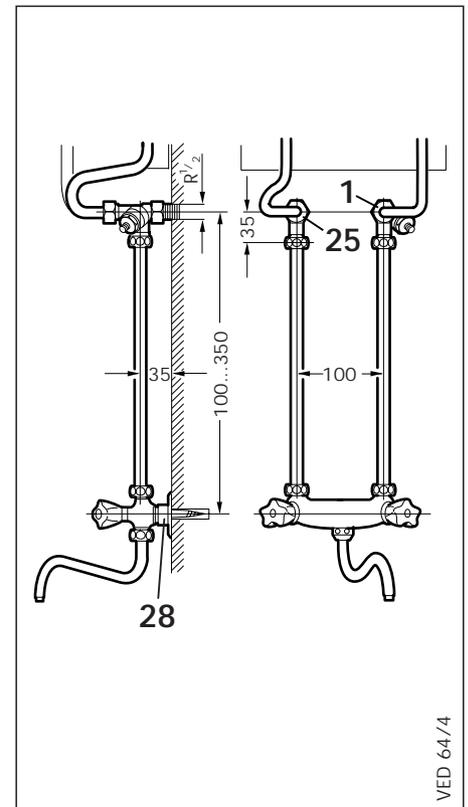
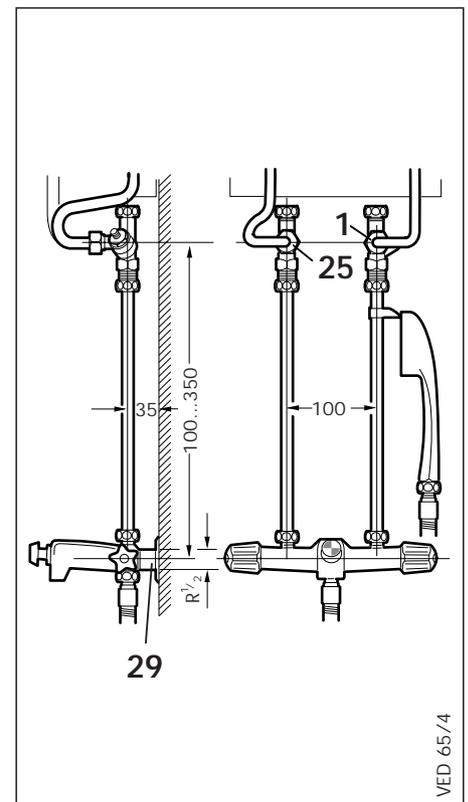

Abb. 5.6
Abb. 5.7
Die Druck-Mischbatterie bzw. die Druck-Bademischbatterie wird über die beiden Verbindungsrohre\*\* an die Wasseranschlußstücke (1 und 25) angeschraubt. Bei Kaltwasseranschluß direkt am VED ... /4 EE wird die Druck-Mischbatterie mit dem Anschraubstück (28)\*\* – wie in Abb. 5.6 gezeigt – an der Wand befestigt. Für Kaltwasseranschluß über die Druckarmatur wird diese über das Anschlußstück R 1/2 (29)\*\* – wie in Abb. 5.7 gezeigt – mit dem Kaltwassernetz verbunden.
Legende zu Abb. 5.6 und 5.7